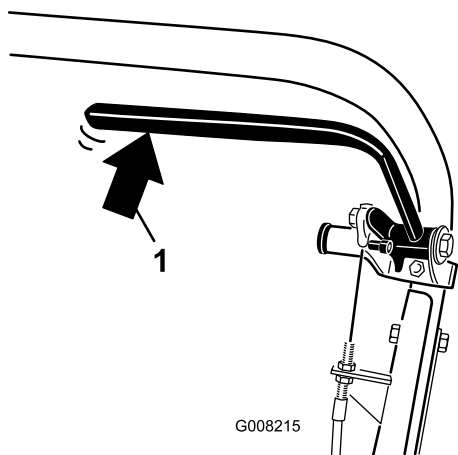

图33
2. 使用弹簧称向后按压行车刹车杆图33。当作用力达到 13.518kg 时驻车刹车应会松开。如果驻车刹车在作用力达到 13.518kg 之前松开请调节刹车拉线。